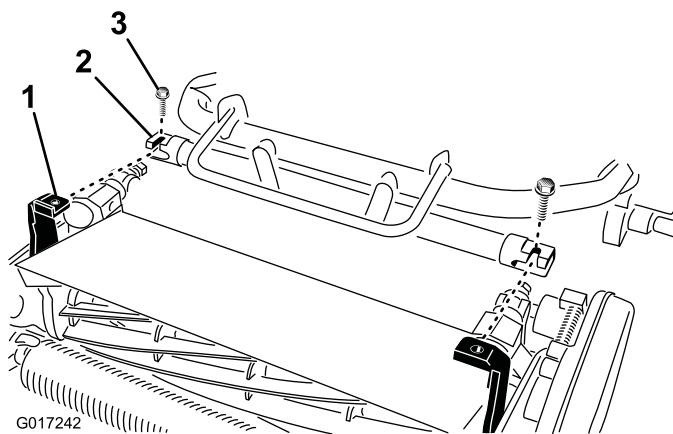

图5
4. 向前推动主机框架（图5）、直至其与滚刀组旋转臂完全接合。
5. 使用 2 颗 9.53 x 19.05mm 螺栓将主机框架固定到滚刀组旋转臂上，如（图5）所示。